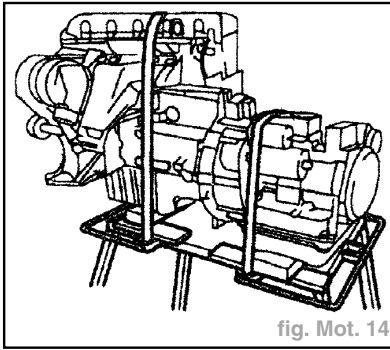

fig. Mot. 14
- Soulever le véhicule avec précaution et dégager la table de montage avec l'ensemble moteur/boîte (fig. Mot. 14).